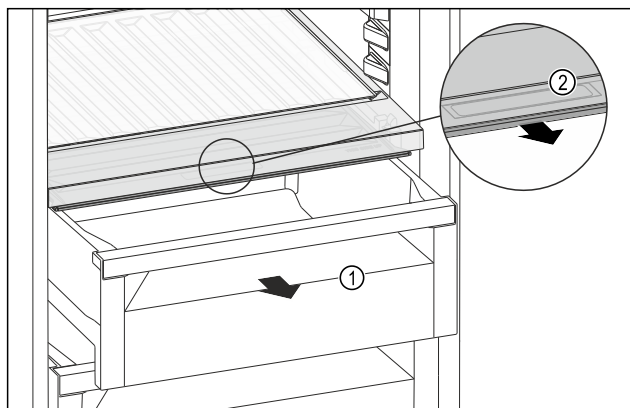

Fig. 148
- Izvlecite predal Fig. 148 (1).
- Primite prijemalno vdolbino Fig. 148 (2) na pokrovu predala in predal istočasno povlecite naprej.